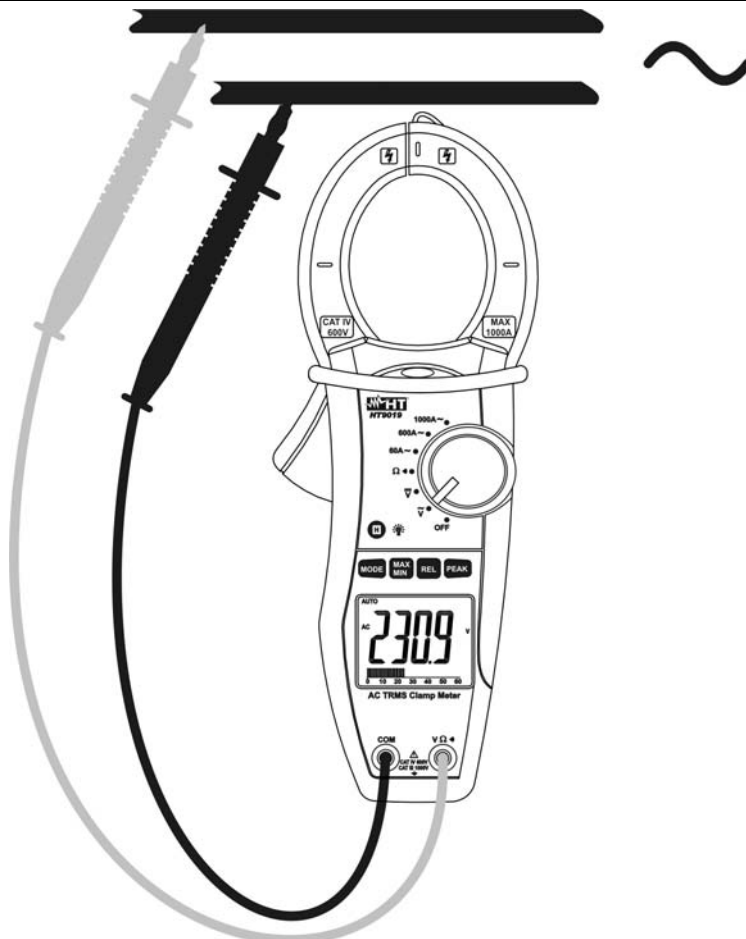

Fig. 3 : Utilisation de la pince pour mesures de tension AC
2. Insérer le câble rouge dans l'entrée du jack $V\Omega$ et le câble noir dans l'entrée du jack **COM** (Fig. 3).